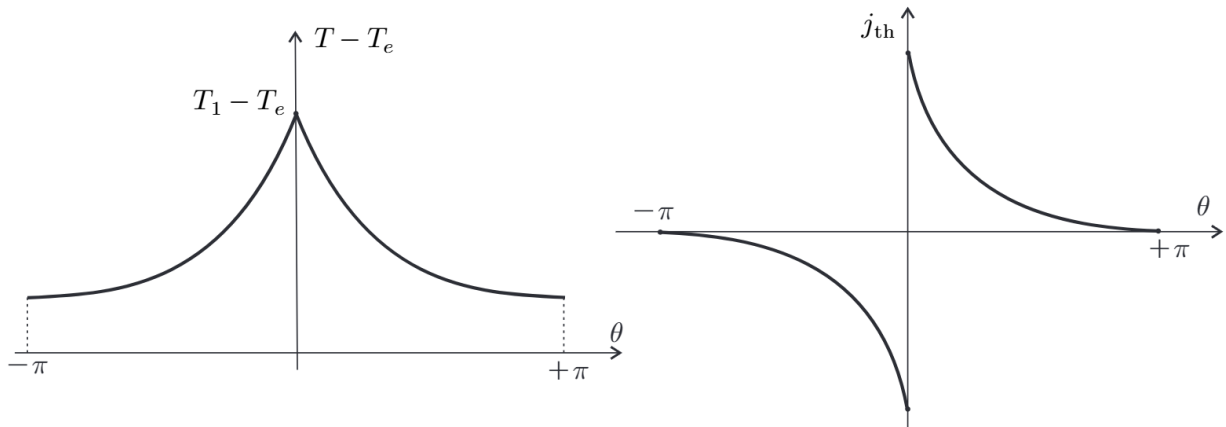

FIGURE 4 – Graphe des solutions : Différence de température à gauche, flux thermique surfacique à droite.
- – 19. On donne sur la figure 4 l'allure de la représentation graphique associée aux solutions $T(\theta)$ et $j_{th}(\theta)$ (pour r fixé). On note $T_1 = T(\theta = 0)$ la valeur, imposée par le chauffage, en $\theta = 0$. Commenter ces deux graphes puis les exploiter judicieusement pour déterminer, sur l'intervalle $[0, +\pi]$, les constantes A et B introduites précédemment, en fonction de T_1 , T_e , R et δ . En déduire la solution $T(\theta)$ sur l'intervalle $[0, +\pi]$.